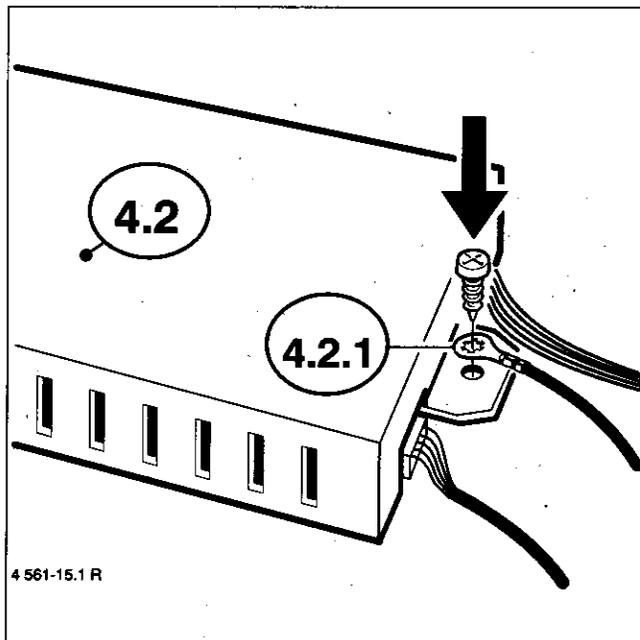

Bild 15
- Montieren Sie nun die Potentialausgleichsleitung (4.2.1) entsprechend Bild 15 und drehen Sie die Schraube am Lüftermodul (4.2) hinein.